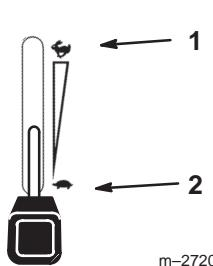

Figure 12
- Réglez la manette d'accélérateur à mi-course entre les positions de ralenti et de régime maximum (Fig. 12).